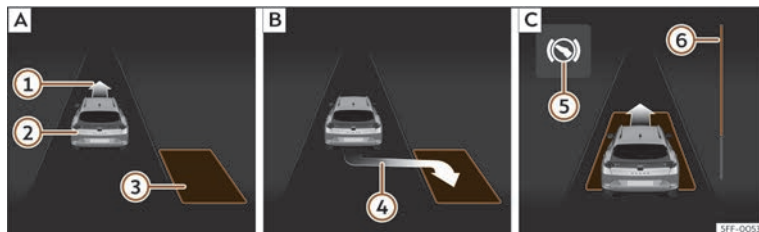
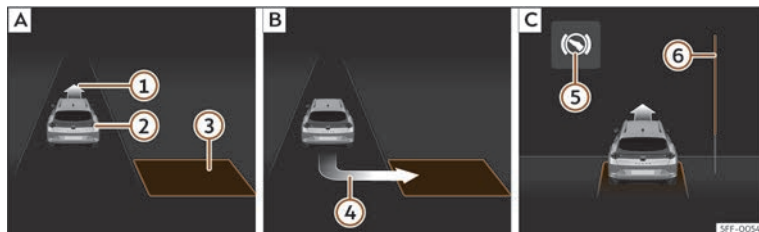

Fig. 194 A la pantalla del quadre d'instruments: aparcar en línia. **[A]** Cercar un espai per aparcar. **[B]** Posició per aparcar. **[C]** Maniobrar.
Fig. 195 A la pantalla del quadre d'instruments: aparcar en bateria. **[A]** Cercar un espai per aparcar. **[B]** Posició per aparcar. **[C]** Maniobrar.
- Mireu la visualització de la pantalla del quadre d'instruments si s'ha detectat l'espai en qüestió com a “apropiat” i si s'ha arribat a la posició correcta per aparcar-hi»» **fig. 194** [B] o»» **fig. 195** [B]. L'espai es considera “apropiat” si a la pantalla del quadre d'instruments hi apareix la indicació d'apcar ④.
- Retrocediu fins que soni el senyal continu del ParkPilot; **O BÉ**: retrocediu fins que a la pantalla del quadre d'instruments aparegui la indicació de fer marxa endavant»» **fig. 194** [C] o»» **fig. 195** [C]; **O BÉ**: retrocediu fins que a la pantalla del quadre d'instruments aparegui el missatge **Park Assist finalizado**. La barra de progrés ⑥ indica la distància que cal recórrer»» pàg. 294 .
- Feu marxa endavant fins que soni el senyal continu del ParkPilot; **O BÉ**: feu marxa endavant fins que a la pantalla del quadre d'instruments aparegui la indicació de fer marxa enrere. El sistema d'aparcament assistit dirigeix el vehicle marxa endavant i marxa enrere fins a centrar-lo en l'espai buit»» **fig. 194** [C] o»» **fig. 195** [C].
La barra de progrés»» **fig. 194**
⑥ i»» **fig. 195** ⑥ mostra simbòlicament a la pantalla del quadre d'instruments la distància relativa que queda encara per recórrer. Com més gran és la distància, més plena és la barra de progrés. En circular marxa endavant, el contingut de la barra de progrés disminueix cap amunt, i en circular marxa enrere, disminueix cap avall.